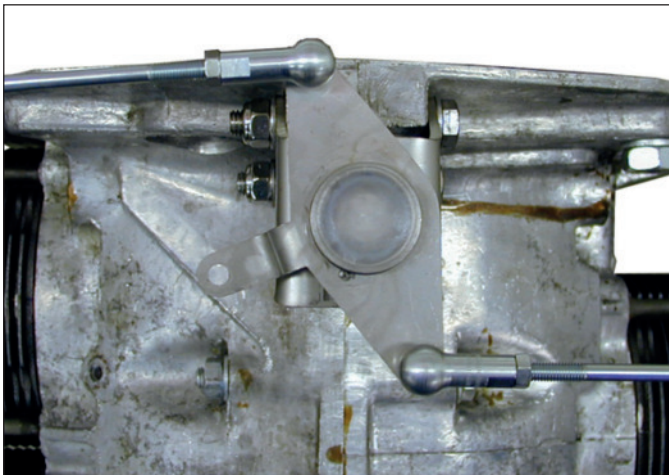

Fig. 6
**NOTE:** The push rods need to be adjusted to proper length. When carbs are in half throttle the center mount lever needs to be aligned with the case joint. (Fig.6+7)
**ANMERKUNG:** Um einen gleichmäßigen Lauf des Gasgestänges zu gewährleisten ist es notwendig, die Schubstangen so einzustellen, dass der Dreiarmhebel am Drehbock in Ausgangsstellung (Leerlauf) (Fig.6) und Endstellung (Vollast) (Fig.7) im gleichen Winkel zur Mittellinie des Motorblockes steht.